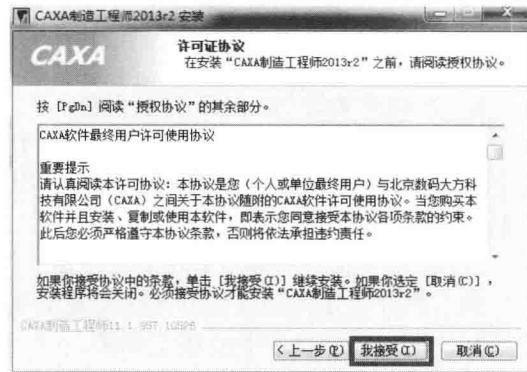

图 1-10 许可证协议
- [3] 系统显示如图 1-10 所示的许可证协议对话框，单击【我接受】按钮，接受许可证协议中的全部条款，继续安装。如果不能接受许可证协议中的全部条款，单击【取消】按钮，系统会退出 CAXA 制造工程师 2013 的安装。